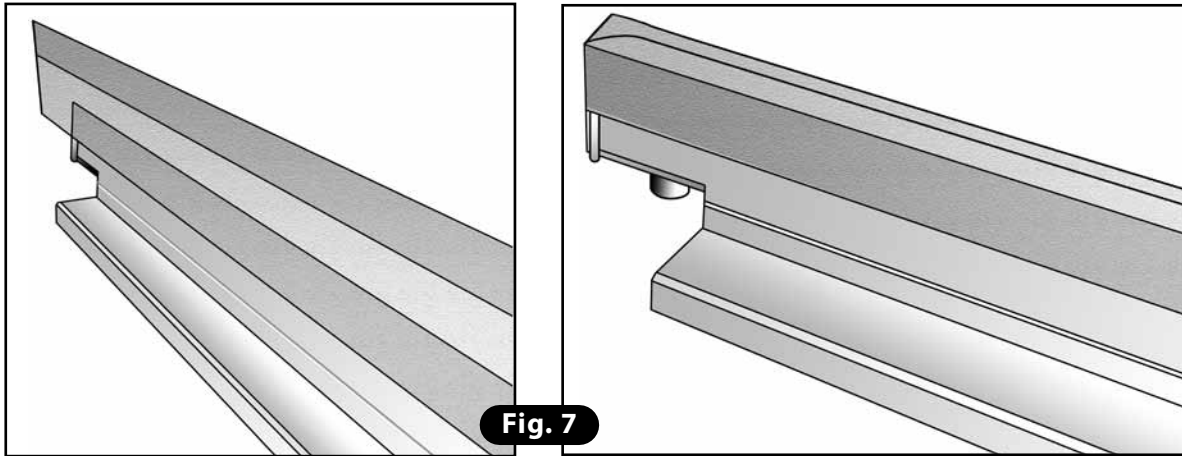

Fig. 7
- 4) Appliquer la nouvelle bande en enlevant la partie excédante aux deux bouts (**Fig. 7**).